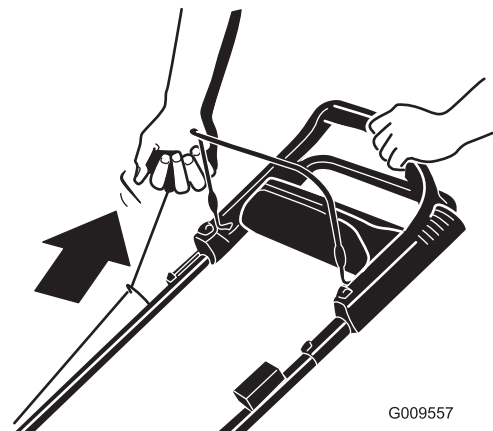

Figure 12
**Remarque:** Vous pouvez démarrer le moteur soit depuis la position de conduite (Figure 12), soit au niveau du moteur (avec la poignée du lanceur hors du guide du lanceur).